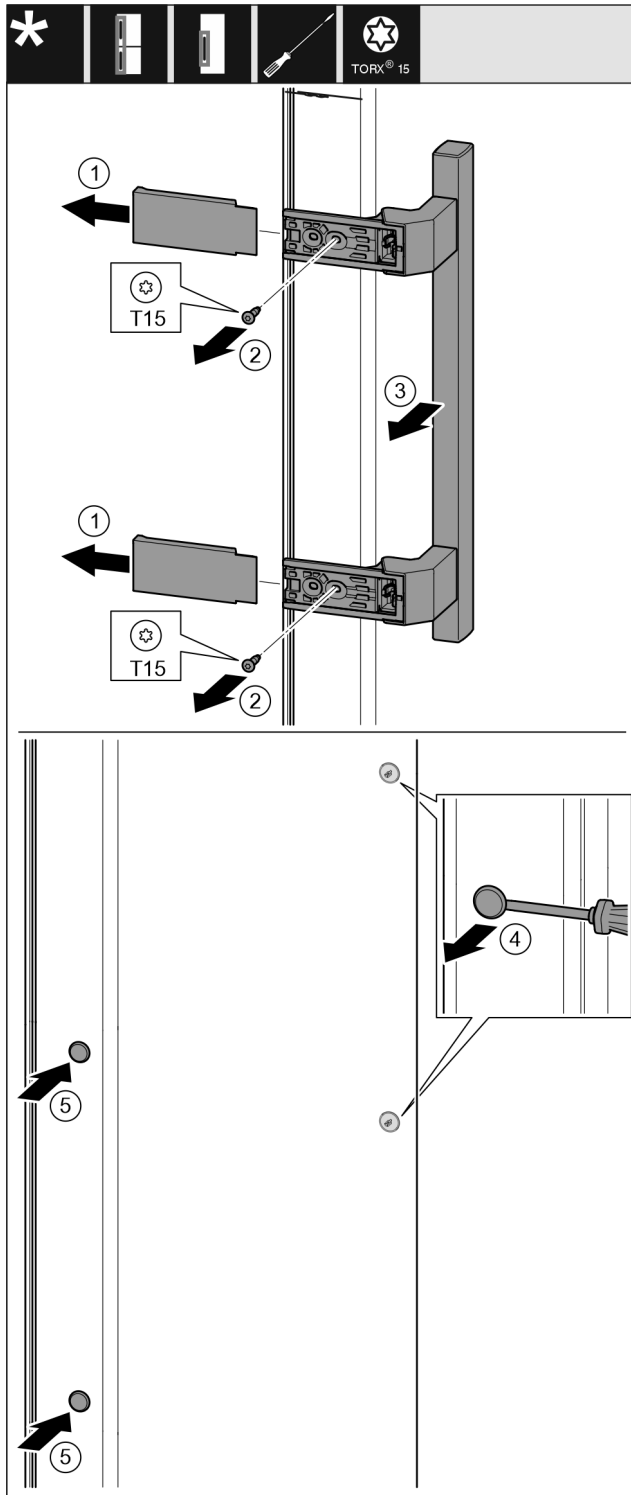

Fig. 37
- Retirer le cache. Fig. 37 (1)
- Desserrer les vis avec le tournevis T15. Fig. 37 (2)
- Déposer la poignée. Fig. 37 (3)
- Soulever délicatement le bouchon latéral avec un tournevis plat et le sortir. Fig. 37 (4)
- Remettre en place le bouchon de l'autre côté. Fig. 37 (5)